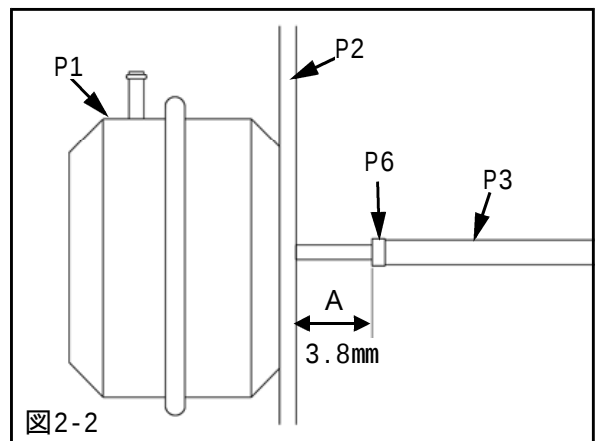

図2-2
- ・セット荷重設定時の目安(スイングバルブ開き始め圧力と図のAの長さの関係)(図2-2)